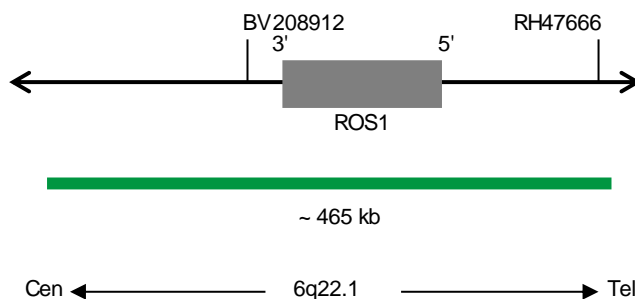

Fig. 1: SPEC ROS1 Mapa de la sonda (no está a escala)
- Polinucleótidos marcados en verde (excitación a 503 nm/emisión a 528 nm) ZyGreen (~10 ng/μl), dirigidos a secuencias localizadas en 6q22.1* (chr6:117,431,278-117,894,830) que albergan la región del gen ROS1 (ver Fig. 1).